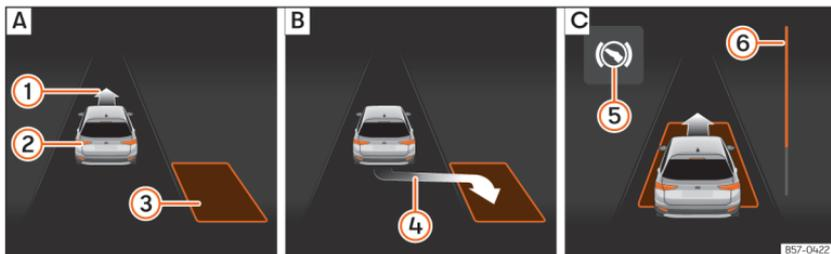
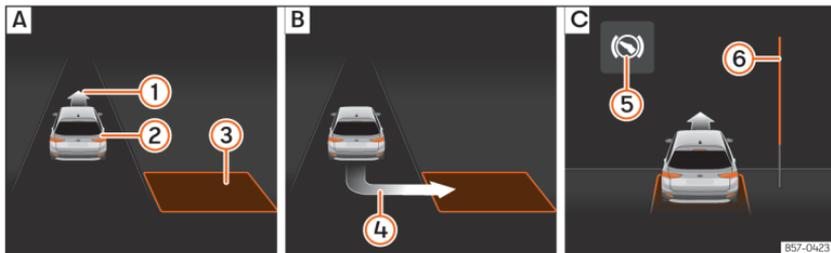

Fig. 141 No ecrã do painel de instrumentos: estacionar em paralelo. **A**: Procurar um lugar de estacionamento. **B**: Posição para estacionar. **C**: Manobrar.
Fig. 142 No ecrã do painel de instrumentos: estacionar em espinha. **A**: Procurar um lugar de estacionamento. **B**: Posição para estacionar. **C**: Manobrar.
para estacionar >>> **Fig. 141 B** ou >>> **Fig. 142 B**. O lugar foi considerado “apropriado” se no ecrã do painel de instrumentos aparecer a indicação de estacionar ④.
- Retroceda até o sinal contínuo do ParkPilot soar; **OU:** retroceda até aparecer a indicação de marcha à frente no ecrã do painel de instrumentos »» Fig. 141 [C] ou »» Fig. 142 [C]; **OU:** retroceda até aparecer a mensagem **Park Assist finalizado** no ecrã do painel de instrumentos. A barra de progresso ⑥ indica a distância a percorrer.
- Carregue no pedal do travão até o sistema de estacionamento assistido terminar de realizar as rotações do volante; **OU:** até o símbolo ⑤ no ecrã do painel de instrumentos se apagar.
- Faça marcha à frente até soar o sinal contínuo do ParkPilot; **OU:** faça marcha à frente até aparecer a indicação de fazer marcha-atrás no ecrã do painel de instrumentos. O sistema de estacionamento assistido manobra o veículo em frente e em marcha-atrás até centrá-lo no lugar »» Fig. 141 [C] ou »» Fig. 142 [C].
A barra de progresso »» Fig. 141 ⑥ e »» Fig. 142 ⑥ mostra simbolicamente no ecrã do painel de instrumentos a distância relativa que ainda falta percorrer. Quanto maior for a distância, mais cheia está a barra de progresso. Ao circular em marcha à frente, o conteúdo da barra de progresso diminui para cima, e ao circular marcha-atrás, diminui para baixa.